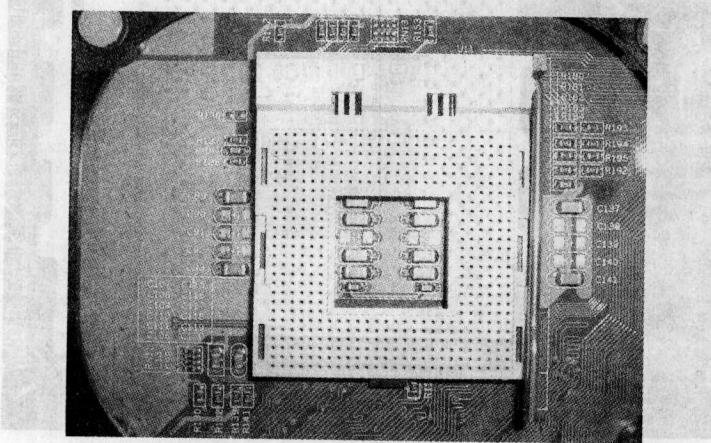

图 1-3 Socket478 接口
③ Socket423 接口是最初 Pentium 4 处理器的标准接口，外形和前几种 Socket 类接口相似，对应的 CPU 针脚数为 423 针。Socket423 接口多基于英特尔 850 芯片主板，支持 1.3~1.6GHz 的 Pentium 4 处理器。不过随着 DDR 内存的流行，英特尔又开发了支持 SDRAM 及 DDR 内存的 i845 芯片组，CPU 接口也升级为 Socket478。
④ Socket478 接口是 Pentium 4 系列处理器所采用的接口类型，针脚数为 478 针，如图 1-3 所示。Socket478 支持 32 位 Pentium 4、Celeron 4 系列 CPU。